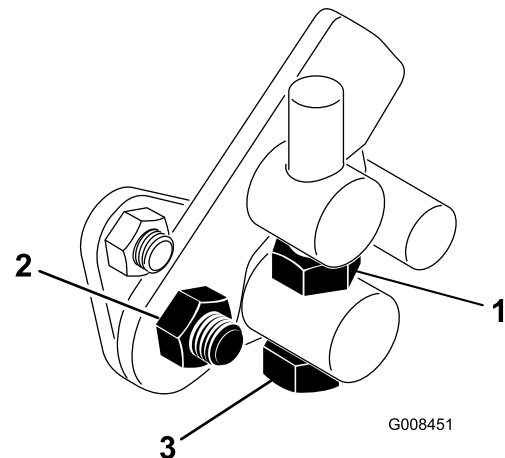

Bild 45
1. Lösen Sie die Klemmmutter an der Drehzapfenkopfschraube (Bild 45).
4. Ziehen Sie die Klemmmutter an der Drehzapfenkopfschraube und die Mutter am Pedalgelenk fest, um die Einstellung zu arretieren (Bild 45). Prüfen Sie die Einstellung und nehmen Sie ggf. eine weitere Einstellung vor.